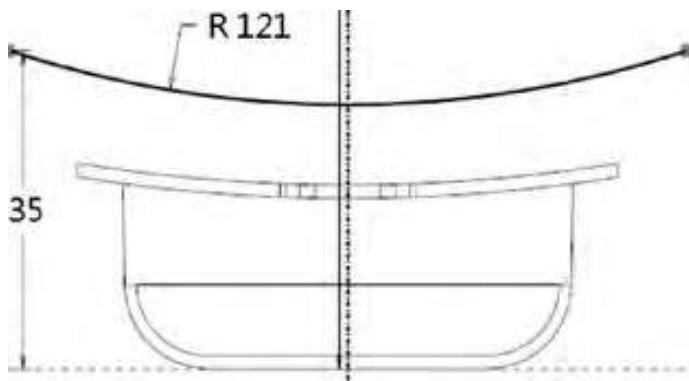

图4-30 圆弧的两个端点关于竖直中心线对称
Step 12 单击“对称”按钮 \square ，选择圆弧的两个端点，再选择竖直中心线，使圆弧的两个端点关于竖直中心线对称，如图4-30所示。